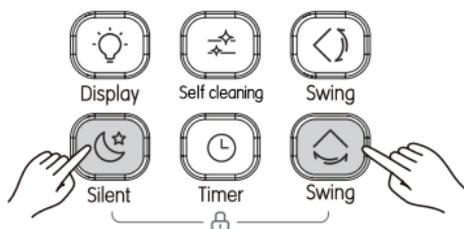

Рисунок 3.19
1) Одновременно нажмите кнопки  и , чтобы активировать блокировку (см. Рисунок 3.19). На экране появится значок замка.